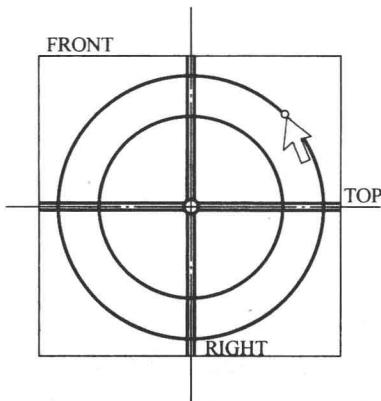
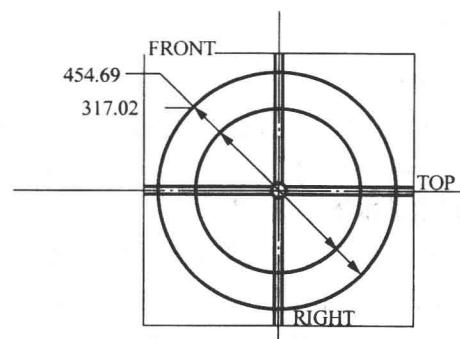

图 1.1-12 绘制圆形
图 1.1-13 自动标注圆尺寸
(2) 绘制截面图形：单击草绘工具栏中○（创建圆）按钮，以坐标原点为圆心，绘制两个圆，如图 1.1-12 所示，点击鼠标中键结束，系统会自动标注圆直径的尺寸，如图 1.1-13 所示。